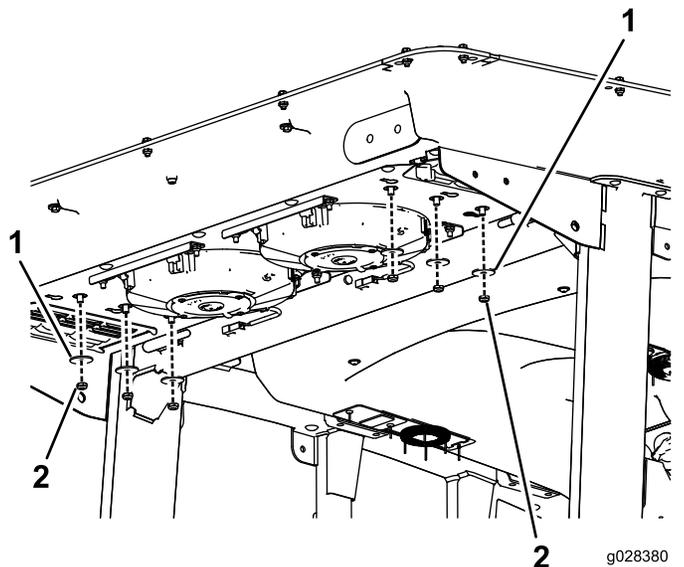

Figura 114
- 2. Retire las 6 tuercas y arandelas de la parte inferior de la parte trasera de la cabina (Figura 114).